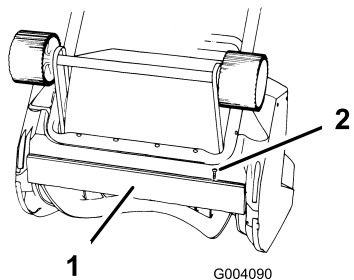

Bild 12
Die Schürfleiste befindet sich unten am Rotorblättergehäuse, siehe Bild 12.
1. Nehmen Sie die zwei Schrauben ab, mit denen die Schürfleiste an der Schneefräse befestigt ist (Bild 12).